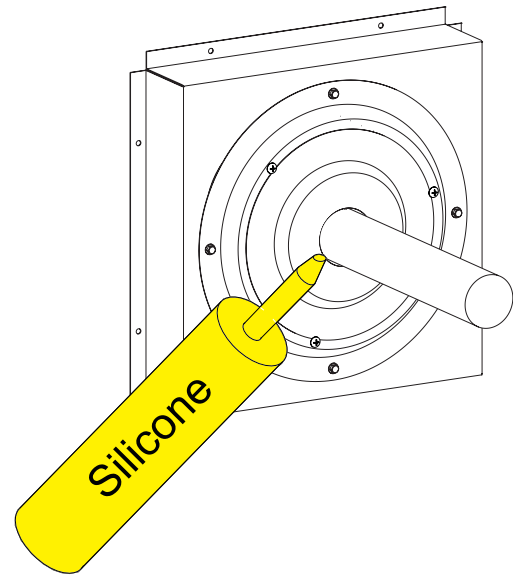

Figure 4
5. Appliquer du silicone autour du tuyau de fumée à l'endroit où il quitte la plaque d'adaptation. Voir les instructions d'installation fournies avec l'appareil de chauffage mural pour déterminer la longueur de tuyau de fumée appropriée à l'extérieur de la plaque d'adaptation. **Voir Figure 4.**